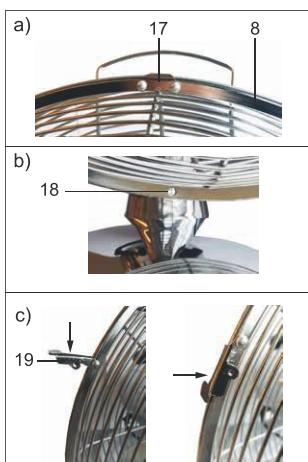

Fig.139: Монтаж передней защитной решетки
18. Переместите переднюю защитную решетку (8) с подвеской (17) за край задней защитной решетки. Рис. 139 а).
19. Убедитесь в том, что два проема (18) внизу на раме обеих защитных решеток располагаются точно друг над другом. Рис. 139 б).
20. Установите четыре фиксирующих зажима (19), которые находятся по бокам передней защитной решетки, на рамы защитных решеток. Рис. 139 с).
21. Вставьте полупоплавайной винт с крестообразным шлицем (8а) через проемы (18) передней и задней защитной решетки.